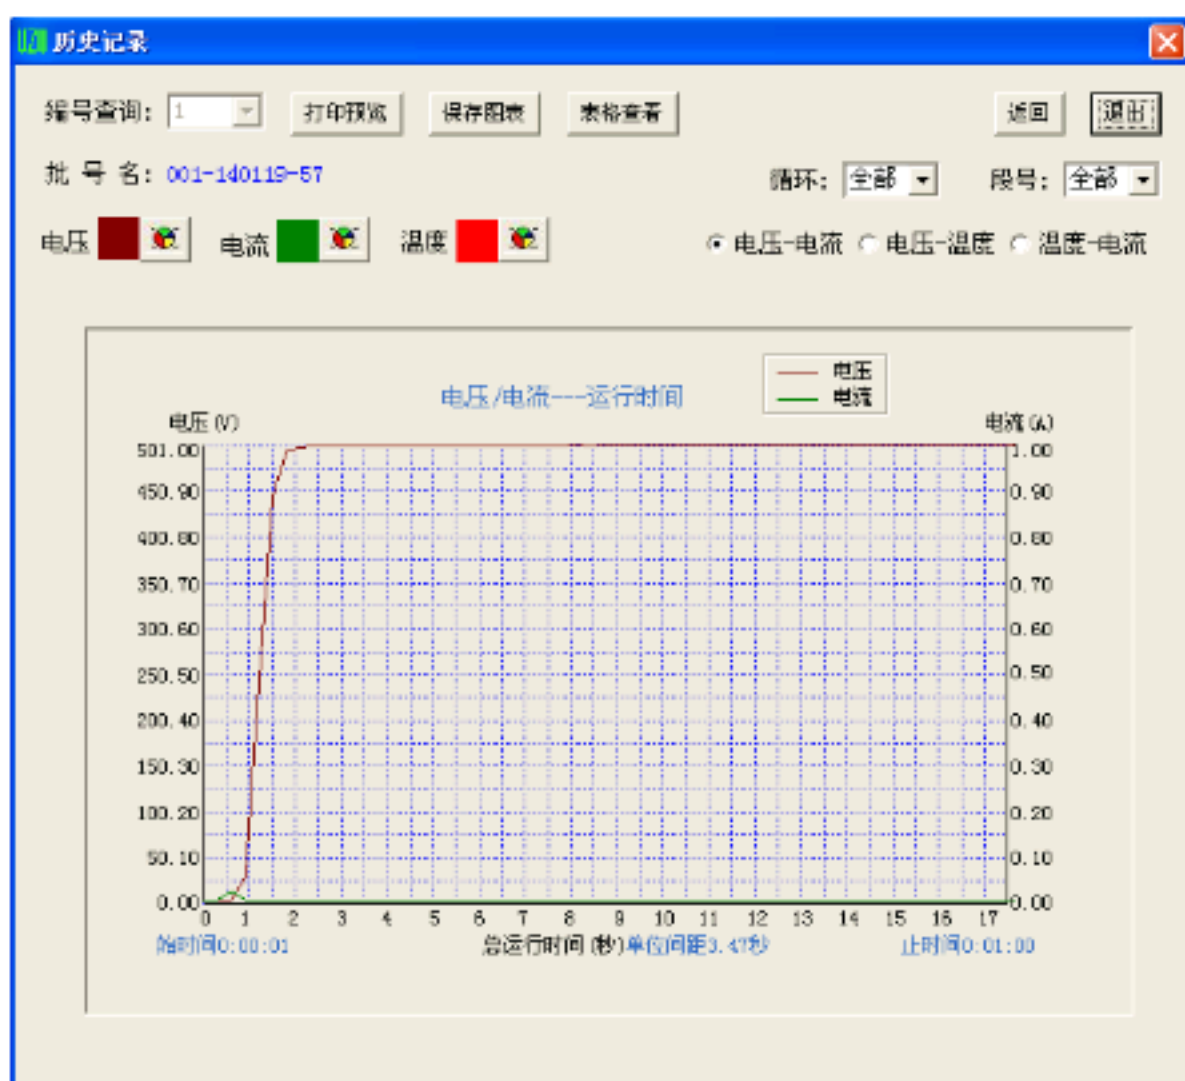

图 9 历史记录图表查看窗口
- 4.3.3. 单击图表查看键表格查看窗口即可转为图表查看窗口（如图 9）。
5. 在图 7 单击图表查看键即可进入历史记录图表查看窗口（如图 9）。